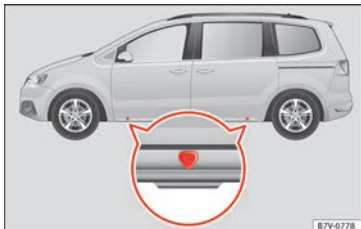

Abb. 69 Aufnahmeplätze für den Wagenheber.
Der Wagenheber darf nur an den geeigneten Aufnahmeplätzen (Markierungen in der Karosserie) angesetzt werden » **Abb. 69**. Die Markierung zeigt die Position der Aufnahmeplätze **unter** dem Fahrzeug an. Die Aufnah-
6. Den Wagenheberaufnahmeplatz » **Abb. 69** unter dem Fahrzeug suchen, der dem zu wechselnden Rad am nächsten liegt.